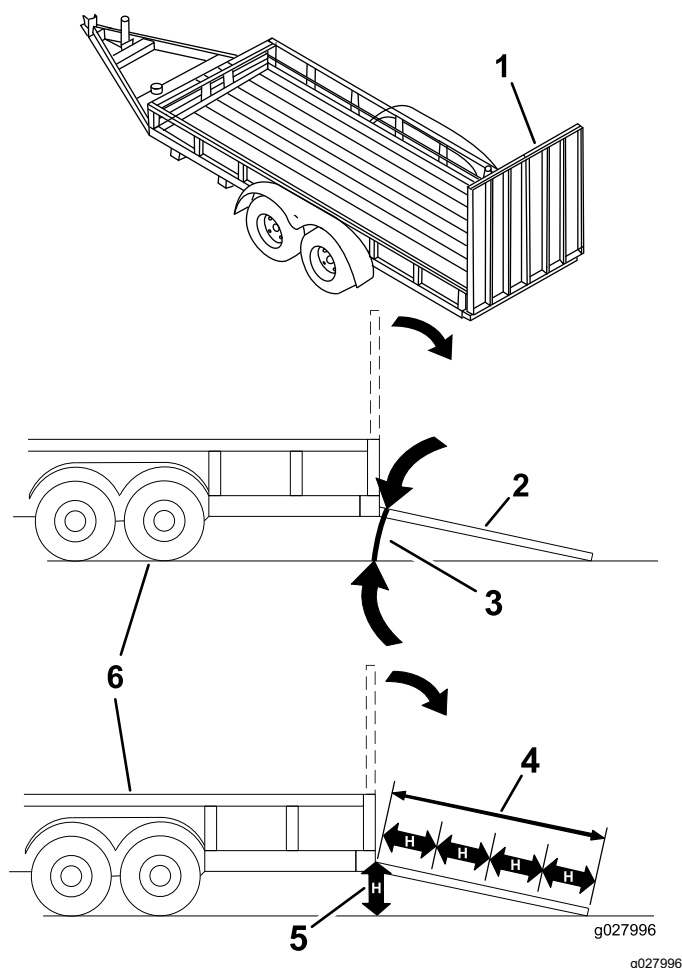

Figura 35
Quando si carica la macchina su un trailer o un autocarro si aumenta il rischio di ribaltamento, che può causare gravi ferite ed anche la morte (Figura 35).
1. Abbassate la rampa, assicurandovi che l'angolazione tra la rampa e il terreno non superi 15 gradi (Figura 35).